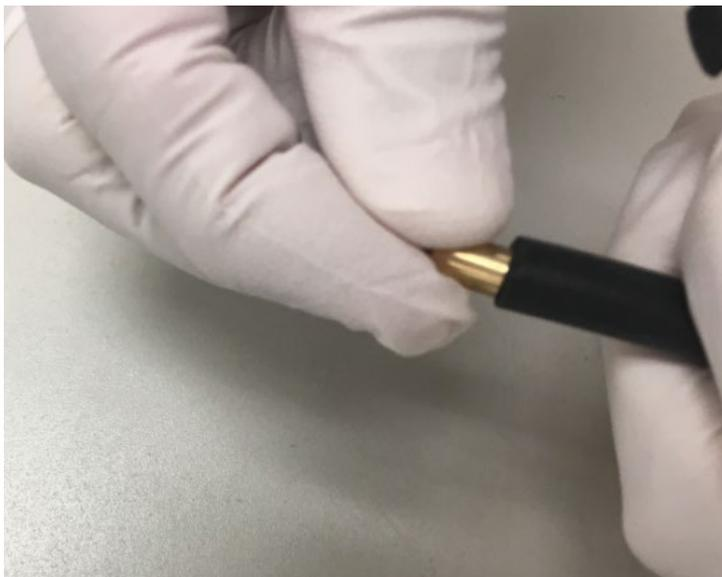

Figure 16 : installation de la douille du restricteur en laiton dans le tuyau du filtre à brouillard d'huile
- 9) Installez la douille du restricteur en laiton dans le petit tuyau noir du filtre à brouillard d'huile. Reportez-vous à la Figure 16.